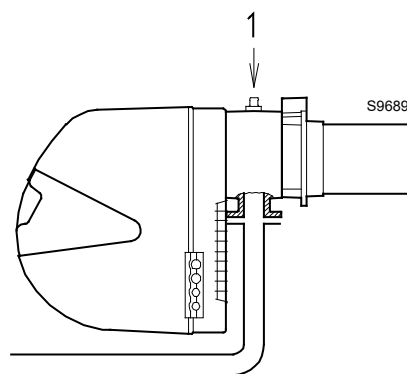

Fig. 28
Pressione del gas misurata alla presa 1)(Fig. 28), con:
- sottrarre dalla pressione del gas alla presa 1)(Fig. 28) la pressione in camera di combustione.
Pressione del gas alla presa 1)(Fig. 28) = 11.4 mbar
Per conoscere invece la pressione del gas necessaria alla presa 1)(Fig. 28), fissata la potenza alla quale si desidera funzioni il bruciatore in 2° stadio:
- Leggere sulla destra, colonna 1, la pressione alla presa 1)(Fig. 28).
pressione necessaria alla presa 1)(Fig. 28).